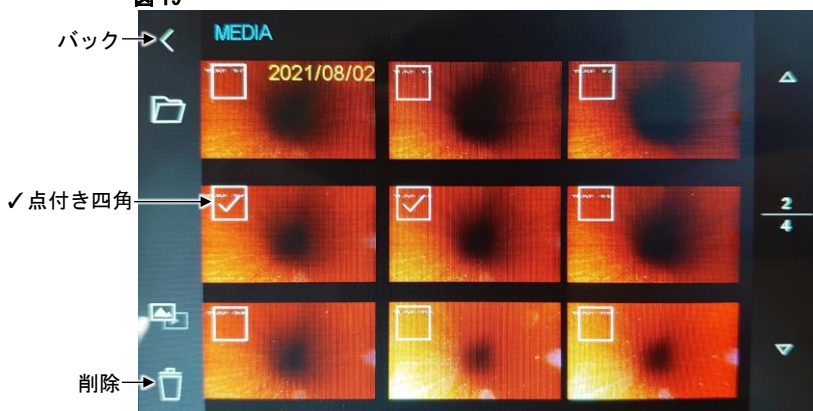

図 20
2. 削除したいデータを選択し、左上に✓点を表示させて(図 20)、削除アイコンを再度押し、“確認”を押してください。